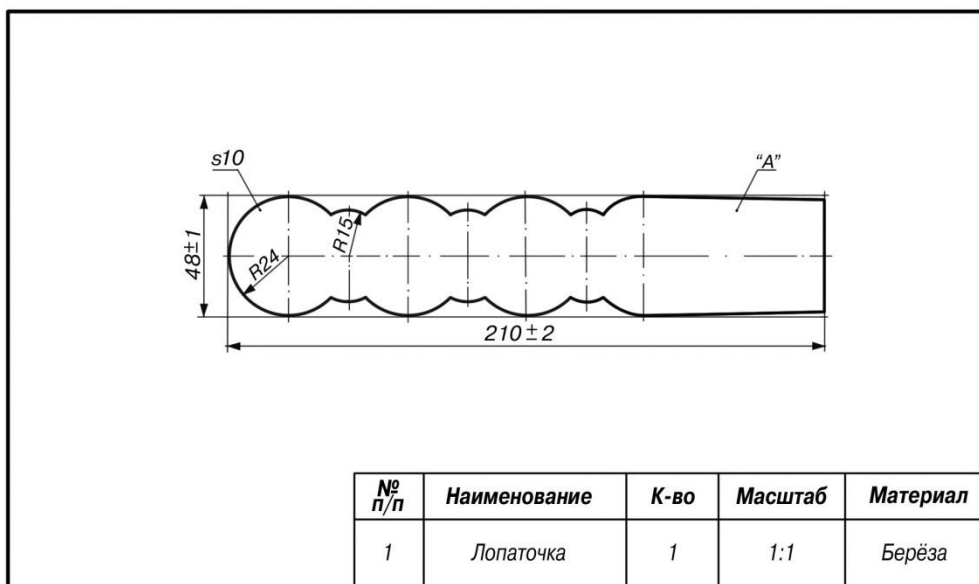

Рис. 1. Чертеж декоративной лопаточки
2. Позицию «А» на чертеже декоративной лопаточки сконструировать самостоятельно (Рис. 1).